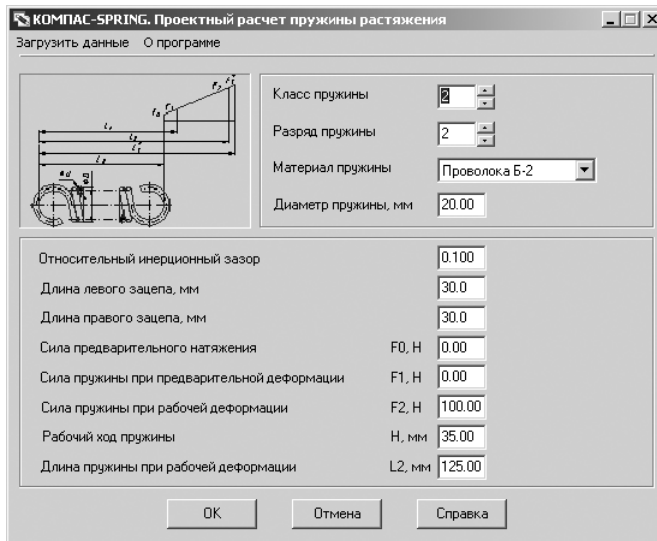

Рис. 4.7. Главное окно системы **КОМПАС-SPRING. Проектный расчет пружины растяжения**
- щелкните в главном окне системы **Проектирование цилиндрической пружины растяжения** по кнопке **Проектный расчет**. Появится главное окно системы **КОМПАС-SPRING. Проектный расчет пружины растяжения**, см. рис. 4.7.
нужные вам значения проектируемой пружины, например те, которые представлены на рис. 4.7.